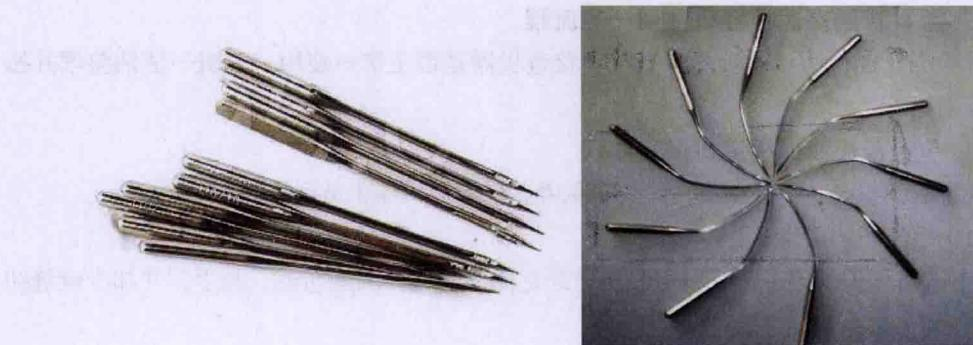
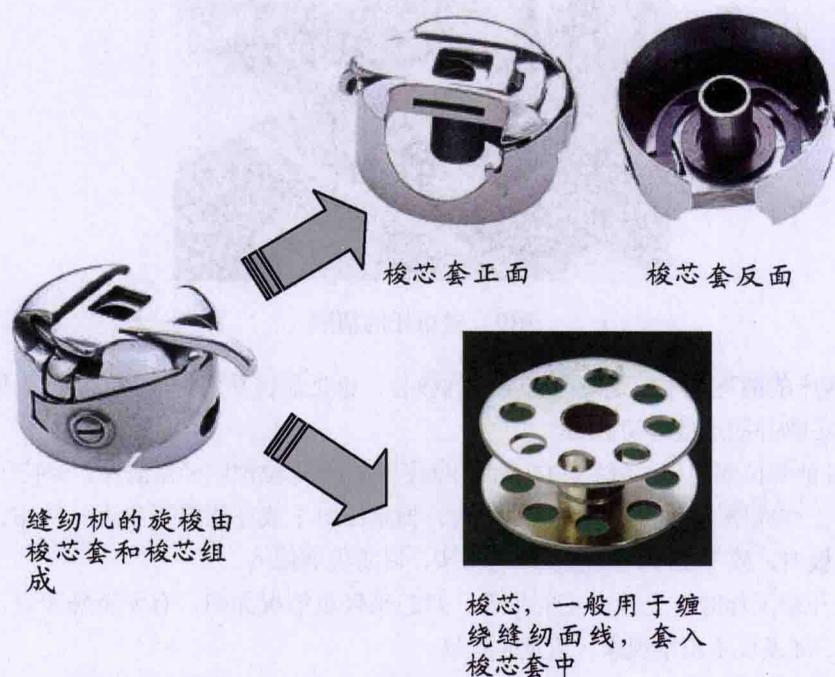
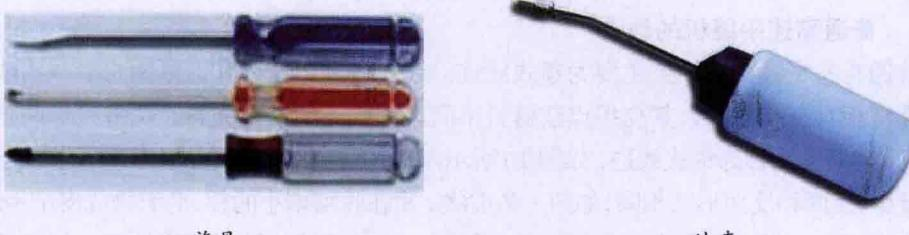

图6 缝纫机机针
图7 旋梭和梭芯
图8 旋具和油壶
(4) 缝纫机的附件包括机针(见图6)、梭芯(缠绕缝纫面线,用于缝纫,见图7)、旋具和油壶(见图8)等。